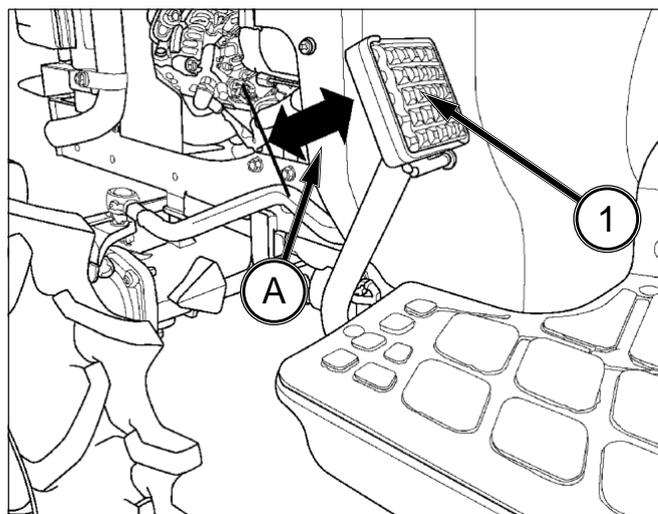

FIG. 115
FIG. 115 y 116: Controle regularmente la holgura del embrague y ajústela si es necesario. La holgura del embrague (A) correcta debe ser de 20 a 30 mm medida desde la parte posterior del pedal (1), como se muestra en la figura.